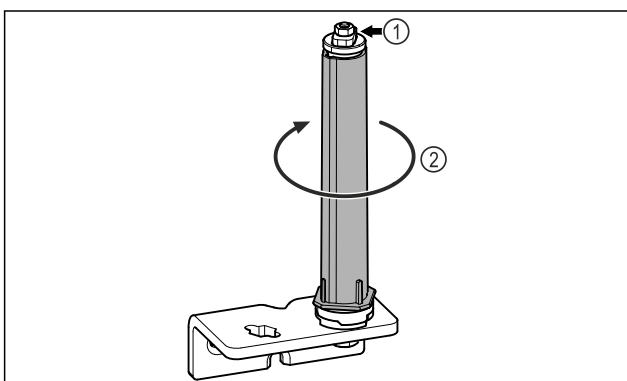

Fig. 16
- Türschließsystem Fig. 16 (1) nicht zerlegen.
- Schließsystem Fig. 16 (2) drehen, bis es klickt.